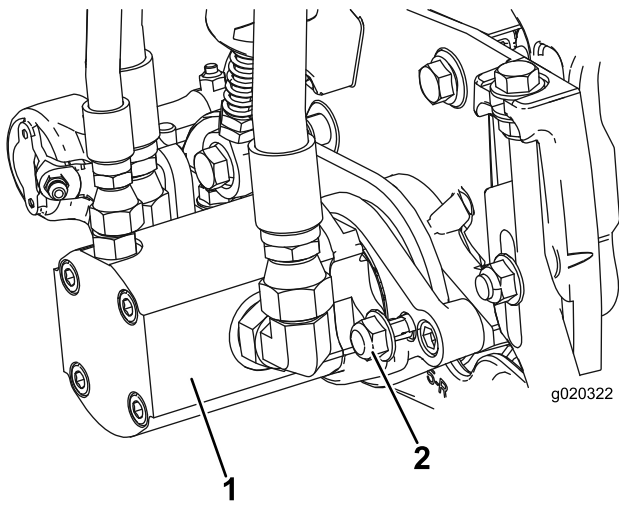

Figura 13
- Instale el motor girándolo en el sentido de las agujas del reloj de modo que las bridas del motor no choquen con las contratuerzas (Figura 13). Gire el motor en sentido antihorario hasta que las bridas rodeen las tuercas, luego apriete las tuercas.